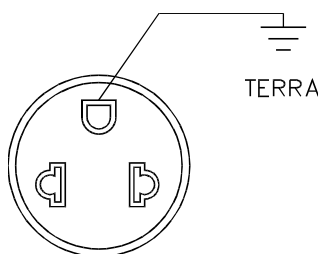

FIGURA 3.1
- 3.3 -** Certificar-se de que a impressora esteja desligada e, em caso afirmativo, ligar o plugue de força à rede. Observar que a tomada para o plugue de força deve ser de três pinos, sendo que o pino central (ver figura 3.1) deve ser conectado à terra.